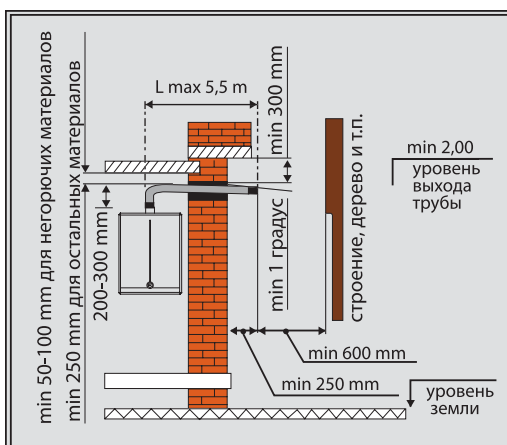

Рис. 15
Условия конструктивного исполнения трубы типа "FF" (Рис. 15):
3. Условия монтажа трубы типа "FF" (Рис. 15):